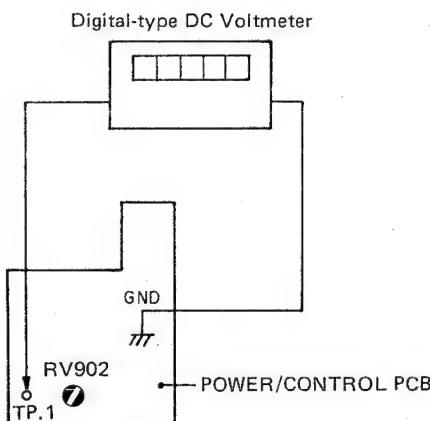

Fig. 4-14
2. Connect the digital-type DC voltmeter to TP. 1 on the POWER/CONTROL PCB (See Fig. 4-14).
2. デジタル式直流電圧計をPOWER/CONTROL PCB上のTP.1に接続する(Fig. 4-14参照)